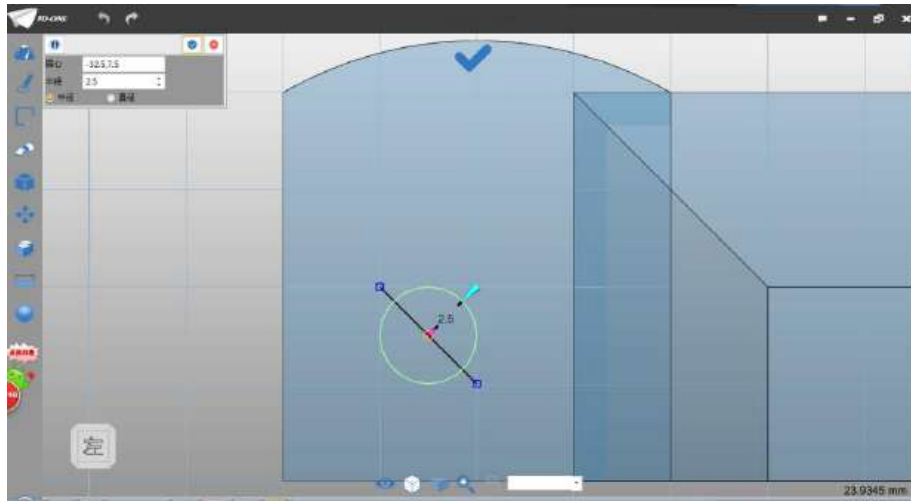

图 1-15
Step 15 点击确定，选择圆命令 ，圆心选择直线中点位置，半径设为 2.5，如下图 1-15 所示：